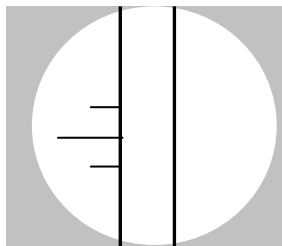

Abbildung 5-7 Scharfe Abbildung der Messmarke im Okular
2. Drehen Sie die Augenmuschel, bis die zwei Linien innerhalb des Okulars sehr scharf sind. (Siehe Abbildung 5-7).